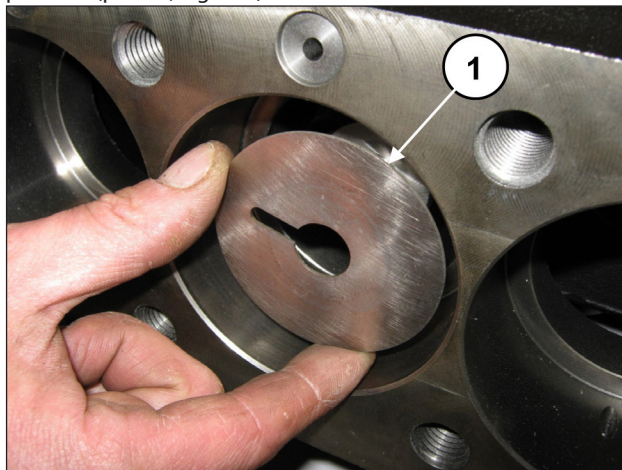

Fig. 173
Extraer los protectores contra salpicaduras de las guías de pistones (pos. ①, Fig. 173).